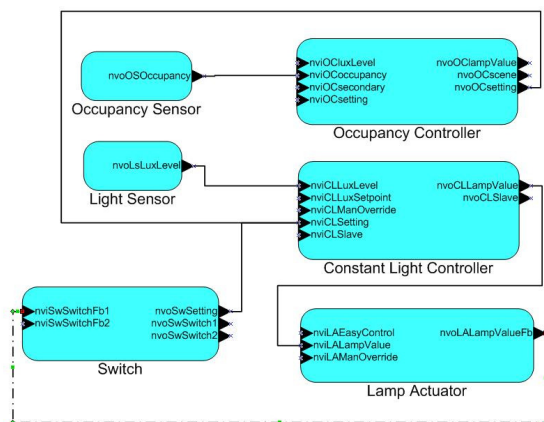

Bild 2
7. Ist die Funktion immer noch nicht vorhanden, sind die beteiligten Netzwerkvariablen (SNVTs) der Funktion „Konstantlichtregelung“ (**Bild 2**) zu überprüfen.